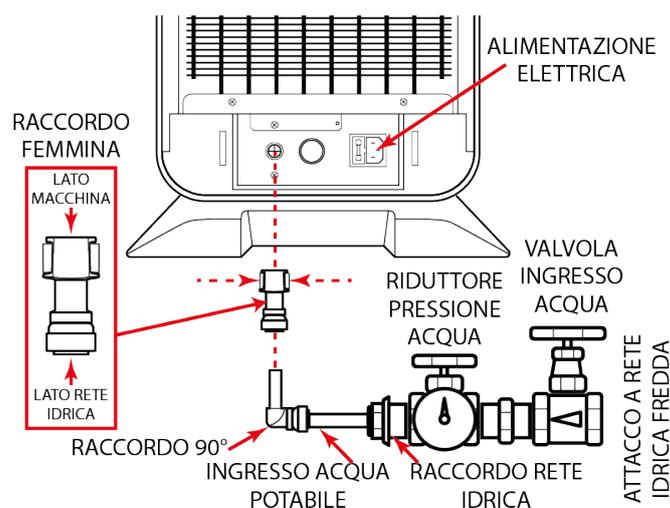

Fig. 1-12
- 16.13** – Il raccordo di allacciamento idrico dell'apparecchio è situato alla base del lato posteriore, nell'apposito vano allacciamenti, vedi Fig. 1-12.